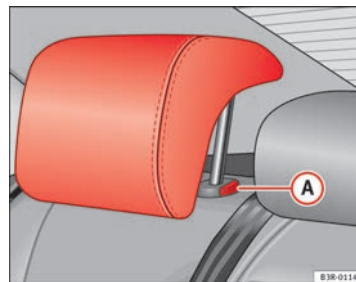

Fig. 113 Plazas laterales del asiento trasero: Apoyacabezas
- Oprima el botón **(A)** ⇒ fig. 113 y descienda el apoyacabezas.
- Apriete la tecla **(A)** ⇒ fig. 113 y, al mismo tiempo, extraiga el apoyacabezas.